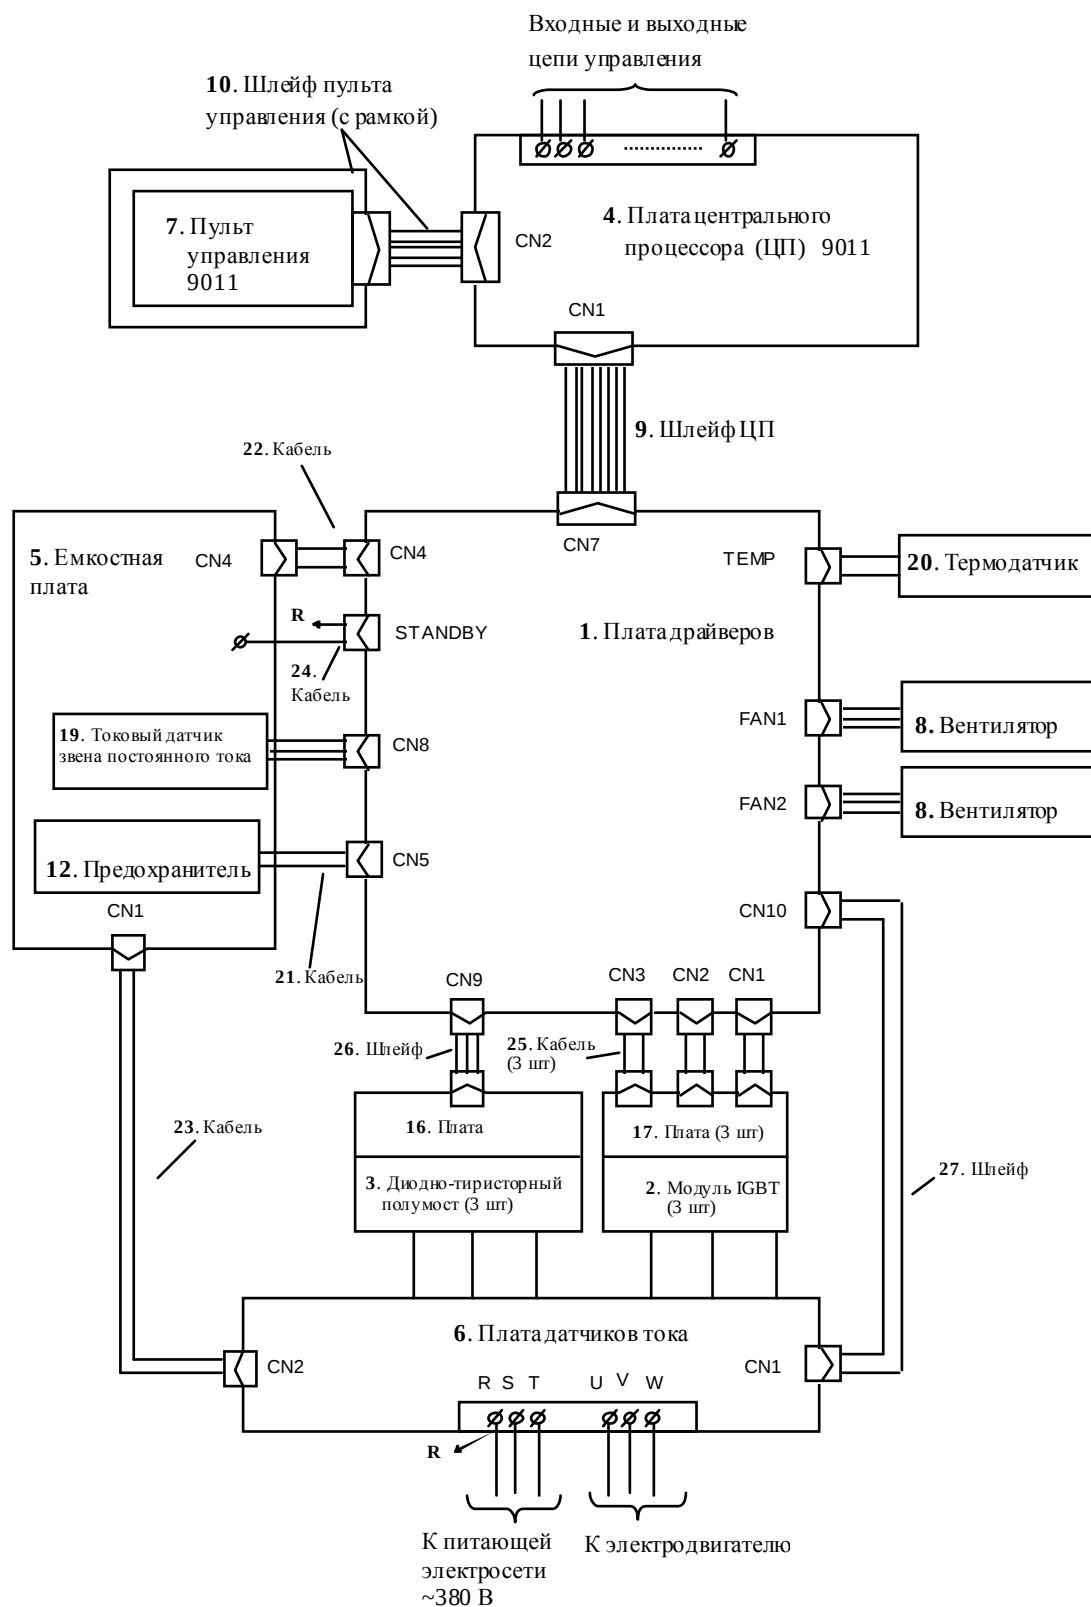

Рис. 4.2. Блок-схема преобразователей частоты EI-9011-025H...040H
4.3. Блок-схема преобразователей частоты **EI-9011-025H...040H** приведена на рис. 4.2, структурная схема преобразователей - в Приложении 1.
4.4. Фотографии сменных узлов, входящих в состав преобразователей частоты EI-9011-025H...040H, приведены в табл. 4.1. (порядковые номера соответствуют рис. 4.2).